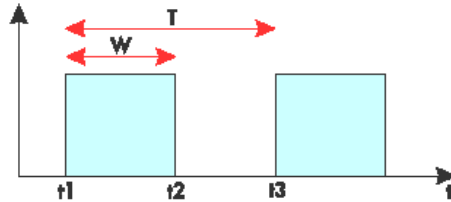

Рис. 2.4. Вимірювання скважності імпульсів
*Приклад 4.* Вимірювання скважності імпульсів (рис. 2.4)